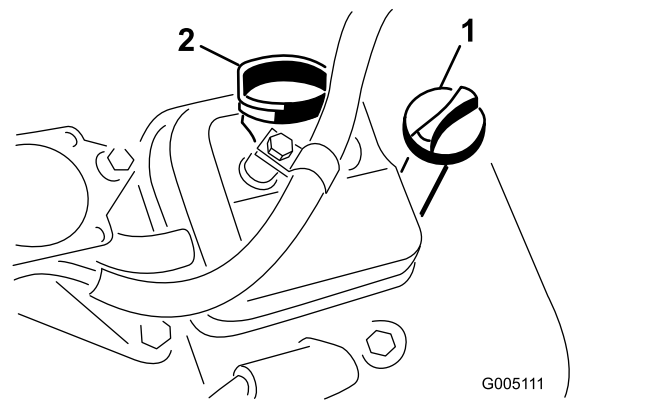

Bild 26
3. Führen Sie den Peilstab in den Füllstutzen wieder ein und schrauben Sie den Peilstab auf den Füllstutzen auf (Bild 26).